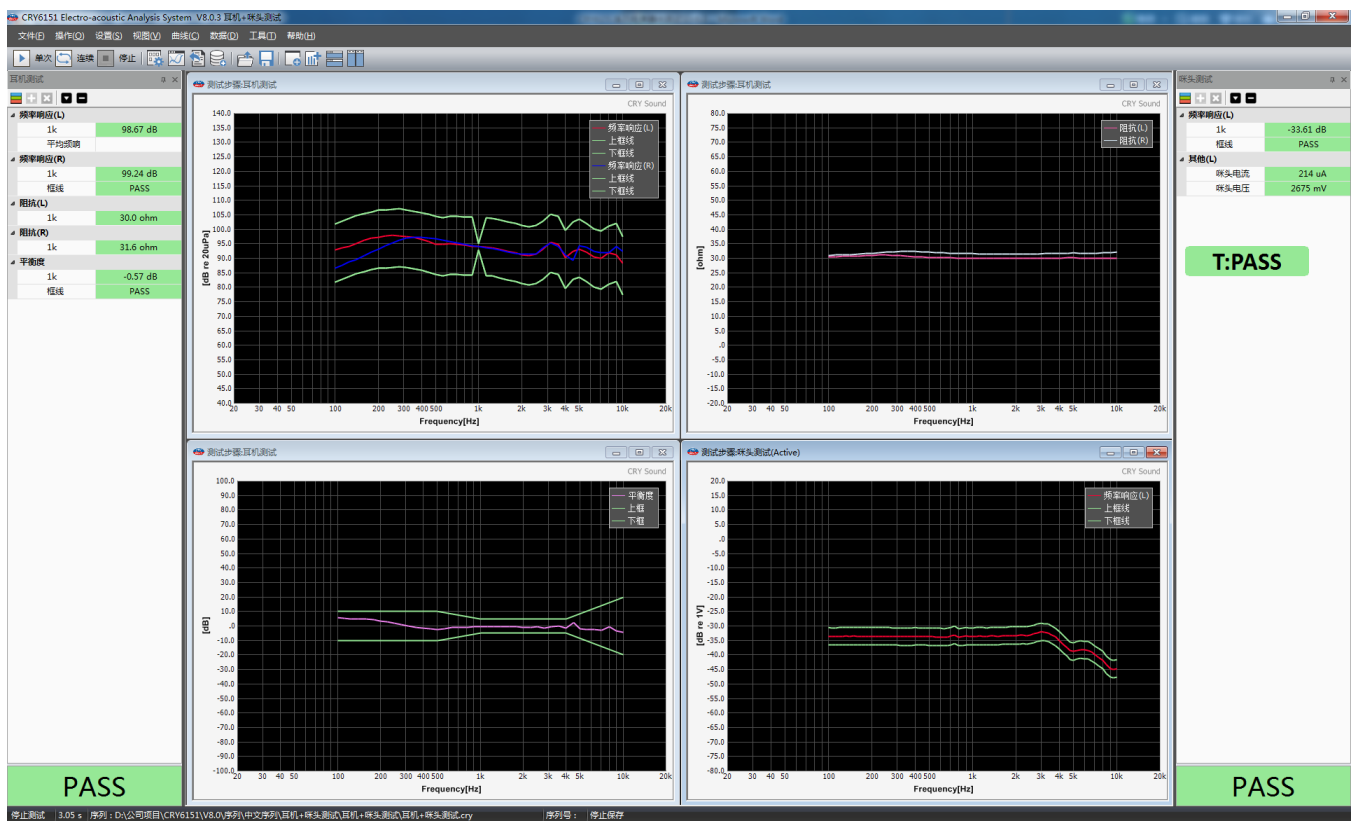

图 5.36 耳机麦克风组件测试效果图
菜单栏“视图”→“新建数据窗口”，添加耳机灵敏度（L）、灵敏度（R）、平衡度、阻抗窗口于左侧；添加咪头灵敏度（L）、其他（包括咪头电流、咪头电压）于右侧，效果如图 5.36。
- ✓ 点击菜单栏“视图”→“平铺曲线窗口”，使同时显示四个曲线界面，平铺于曲线显示窗口，如图 5.36。
至此完成了示例的各项设置内容，点击运行即可开始测试，测试界面如图 5.36 所示。